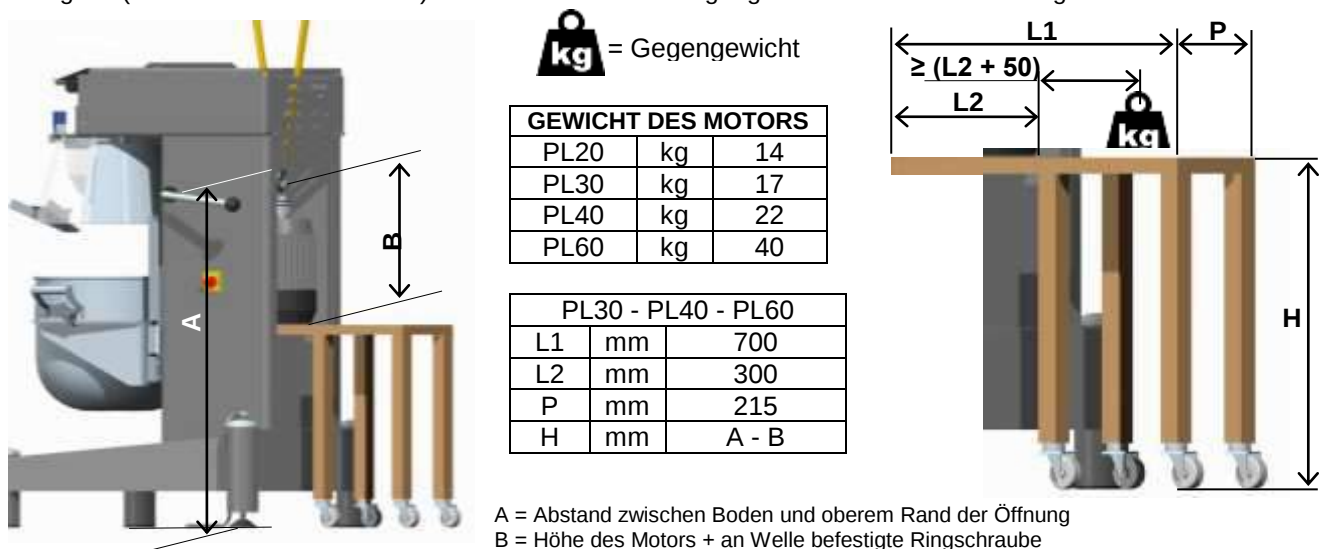

Abbildung 20 - Hilfsmittel für die Montage/Demontage des Werkzeug-Motors
Es ist Pflicht, an diesem Hilfsmittel (Wagen) ein Gegengewicht zu befestigen, dass mindestens 10 kg schwerer ist als das des Motors (siehe Tabelle 'Gewichte der Motoren'). Dies ist nur dann nicht notwendig, wenn die spezifischen Eigenschaften des Wagens gewährleisten, dass es durch das Gewicht des Motors nicht umkippt. Das oben erklärte Hilfsmittel ist in Abbildung 20 veranschaulicht (unverbindliches Beispiel); die Abmessungen des Wagens (unverbindliche Richtwerte) und die Position des Gegengewichts sind ebenfalls dargestellt.
- mit einer Hand die Mutter ,5' drehen und mit der anderen den Motor begleiten, bis er die hintere Öffnung des Maschinengehäuses erreicht hat (nicht nötig, wenn man das in Abbildung 20 gezeigte Hilfsmittel verwendet); wenn sich der Motor vollständig innen im Gehäuse befindet und die Stahlspindel in der vertikalen Position ist, muss man ihn lassen; dabei weiterhin die Mutter ,5' drehen, bis der Motorflansch unter der Platte ,17' aufliegt;